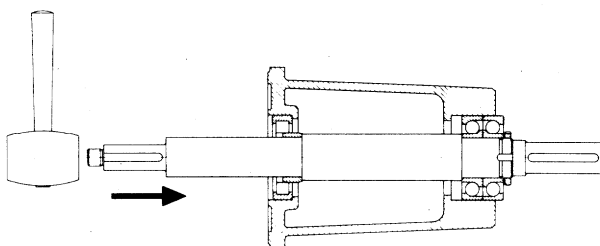

Figura 13
- Remova o deflector de óleo (73).
- Desaperte e remova os parafusos de cabeça sextavada (S5) e as porcas sextavadas (M5), remova-os e remova a lanterna (11).
- Desaperte os parafusos de cabeça sextavada (S6) e remova a tampa da chumaceira (12).
- Dando pancadas suaves com um martelo de madeira ou de plástico, extraia cuidadosamente o veio (24) com os rolamentos de esferas de contacto angular (K2) e o anel interior do rolamento de rolos cilíndricos (K1) na direcção do lado de accionamento (figura 13).